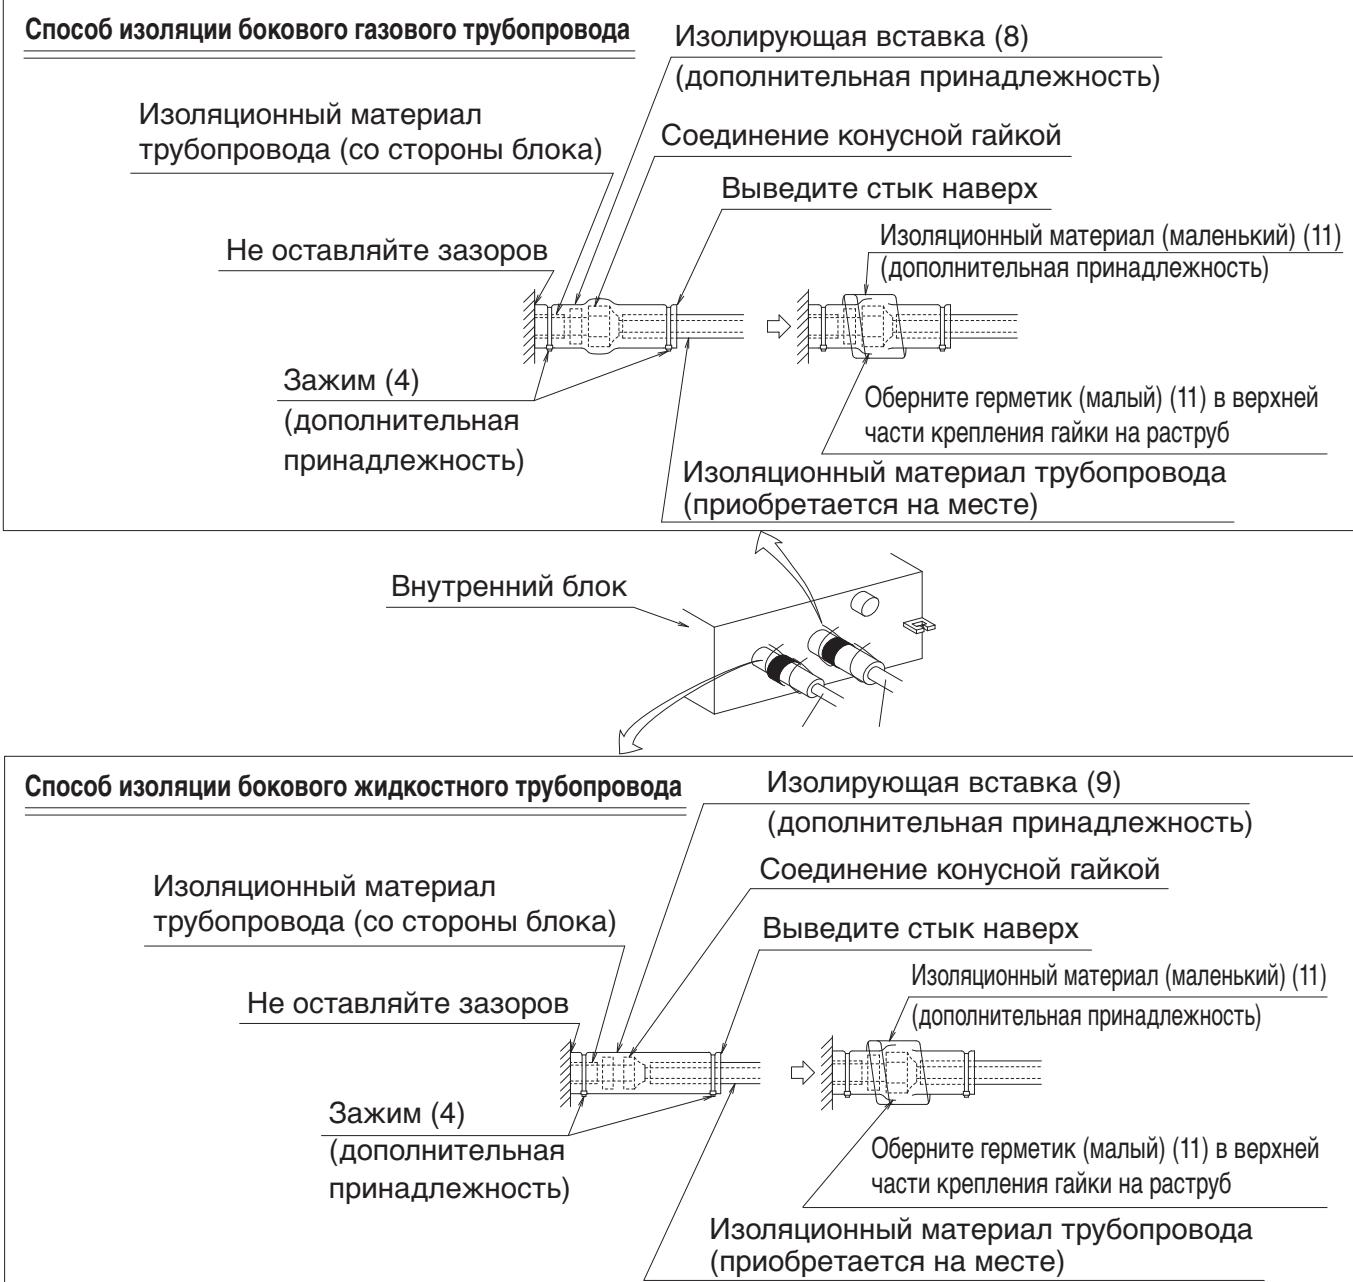
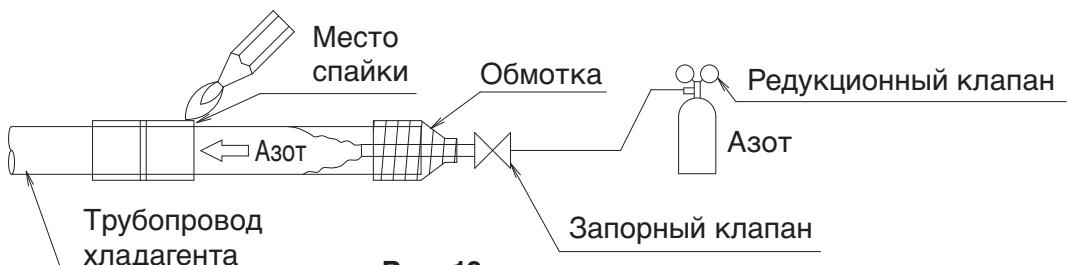

Рис. 9
Рис. 10
- После проверки на отсутствие утечек изолируйте соединения газового и жидкостного трубопроводов согласно **Рис. 9** с помощью изоляционного материала (8) и (9) во избежание воздействия на них окружающего воздуха.
- Перед пайкой трубопровода для хладагента дождитесь, пока азот вытеснит из него воздух (ПРИМЕЧАНИЕ 1) (См. Рис. 10). После этого можно приступить к пайке (ПРИМЕЧАНИЕ 2). После пайки выполните конусное соединение с внутренним блоком. (См. Рис. 9)